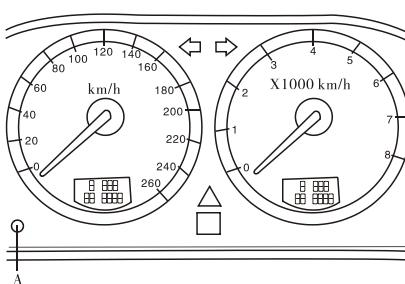

图1
- (1) 转动点火钥匙于“Ⅰ”位置。
- (2) 按住复位按钮A（如图1所示）。
- (3) 立刻打开点火开关。
- (4) 保持按钮A按住直到保养信息复位。
- (5) 4s内松开按钮A，复位完成后会有声音信号提示，如果复位按钮没有在4s内松开，间隔指示就无法复位。